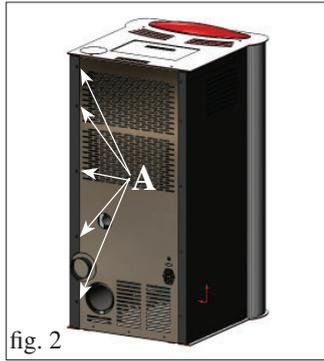

fig. 2
- Die fünf Schrauben auf der Rückseite lockern (A - Bild 2).